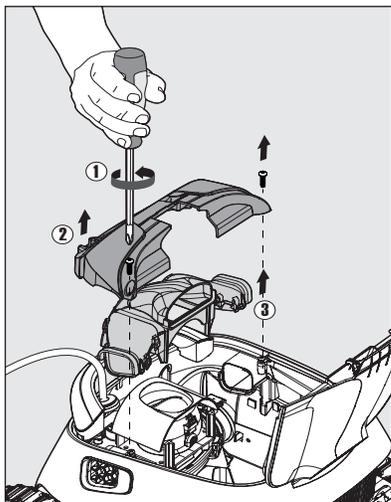

Figure 31
1. À l'aide d'un tournevis cruciforme n°2, retirez les deux vis qui maintiennent le couvercle intermédiaire et l'ensemble collecteur en place. Ces vis se trouvent dans les coins intérieurs du couvercle intermédiaire. Voir **Figure 31**.
3. Retirez délicatement le couvercle intermédiaire (élément n° 2 de la **Figure 31**) du nettoyeur et mettez-le de côté. rom the cleaner and place it to the side.
4. Retirez doucement l'ensemble collecteur (élément n° 3 de la **Figure 31**) du nettoyeur et mettez-le de côté.